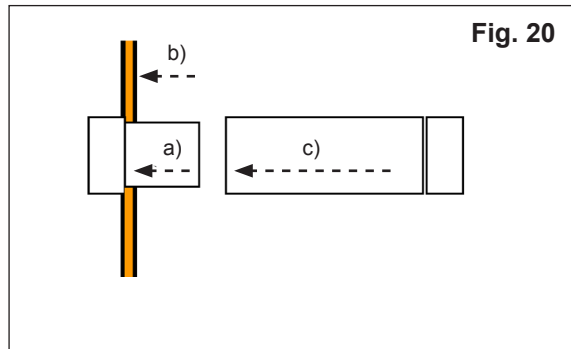

Fig. 20
- 8) Tap vehicle wire. (**Fig. 20**)